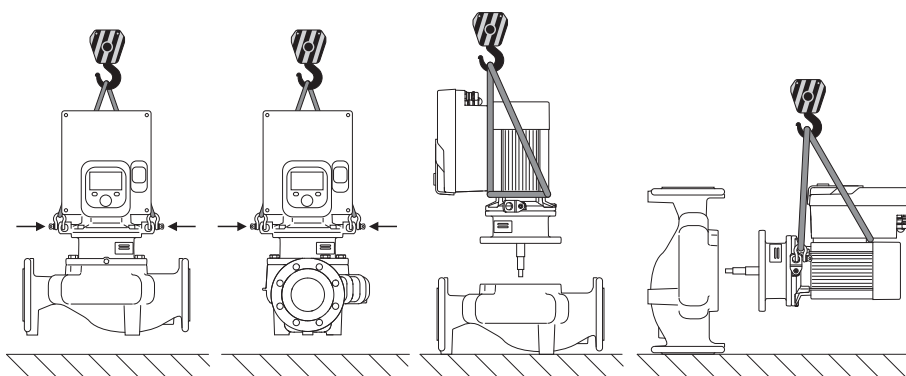

Fig. 6: Viengubo siurblio kėlimo kryptis
Transportuojant siurblį būtina naudoti leistinus kėlimo mechanizmus (pvz., skridinį, kraną ir pan.). Kėlimo mechanizmai turi būti tvirtinami prie ant variklio flanšo esančių transportavimo ąsų. Kėlimo kilpas, jeigu reikia, pastumkite po adapterio plokštę (Fig. 6/7). Užtikrinkite, kad siurblys neapvirstų.
2. Įstatomąjį modulį (Fig. 4) saugumo sumetimais pritvirtinkite prie transportavimo ąsų, kad būtų galima jį pritvirtinti prie tinkamos kėlimo priemonės. Norėdami apsaugoti įrenginį nuo apvirtimo, užtvirtinkite dirželio kilpą aplink elektronikos modulio variklį ir adapterį, kaip parodyta Fig. 6. Pritvirtinimo metu nepažeiskite elektronikos modulio.